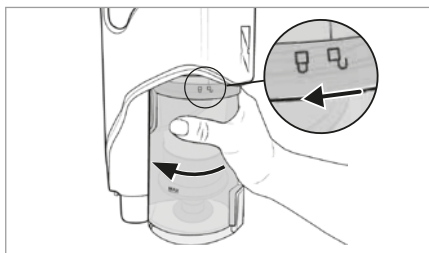

Fig. 19
- 3) Per rimuovere il contenitore della polvere **7** dall'apparecchio, ruotarlo in direzione del simbolo  (aprire), fino a quando non sarà possibile staccarlo dall'apparecchio (vedere fig. 19).